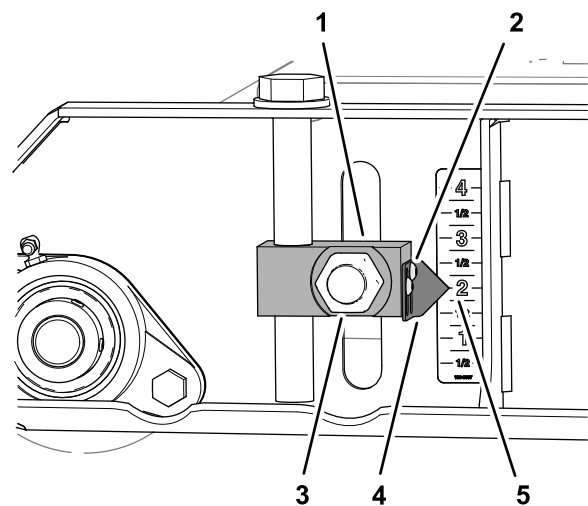
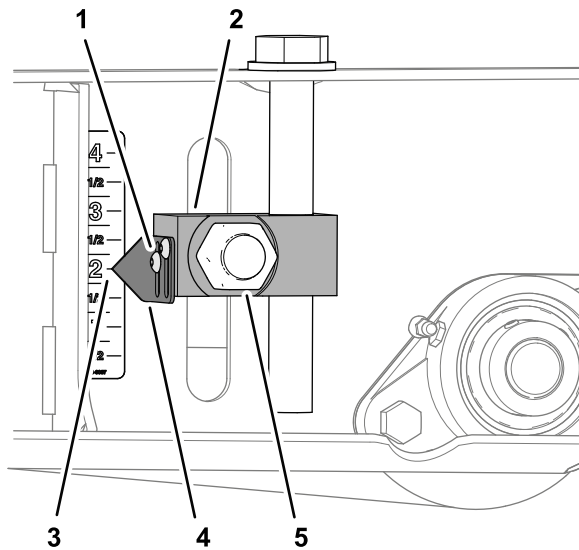

Bild 76
Bild 78
3. Lösen Sie die beiden Innensechskantschrauben, mit denen der Zeiger am Verstellblock befestigt ist, richten Sie den Zeiger auf die 2-Zoll-Markierung auf dem Aufkleber aus und ziehen Sie die Schrauben wieder fest (Bild 76).
6. Lösen Sie die Innensechskantschrauben, mit denen die beiden Zeiger am Verstellblock befestigt sind, richten Sie die Zeiger auf die 2-Zoll-Markierung auf dem Aufkleber aus und ziehen Sie die Schrauben wieder fest (Bild 78).
7. Ziehen Sie die vier Muttern, mit denen die Schnitthöhenverstellungen (Bild 76 und Bild 78) an den vorderen und hinteren Rollen befestigt sind, auf ein Drehmoment von 322 bis 396 Nm an.